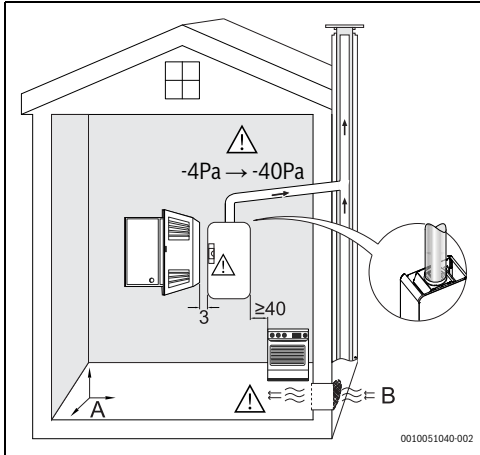

Fig. 10 Requisitos mínimos
- Respeitar as medidas mínimas de instalação indicadas na Fig. 10.
- ▶ Assegurar o bom acesso nos trabalhos de manutenção, respeitando os requisitos mínimos indicados na Fig. 10.